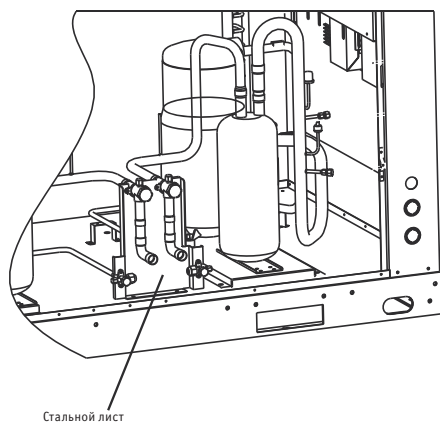

Рис. 2-7
- Чтобы предотвратить воздействие пламени на конструкцию при пайке труб внутреннего и наружного блоков подложите листовой металл под вентили, как показано на рис. 2-7.